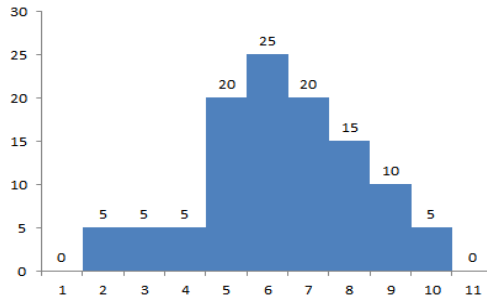

图 3-24 偏向型
(2) 偏向型：特点也是中间高、两边低、但高峰偏向一侧，形成不对称形状。（人为控制）如下图 3-24 型直方图所示。